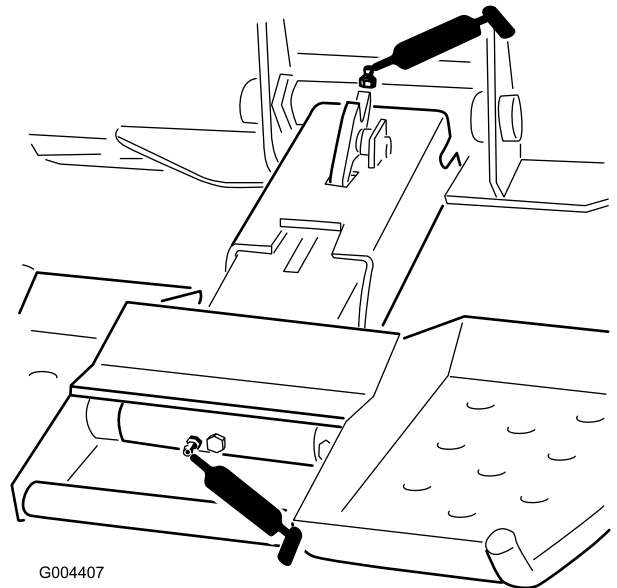

Figura 12
4. Collegate ad ogni raccordo d'ingrassaggio un ingrassatore a pressione (Figura 12).